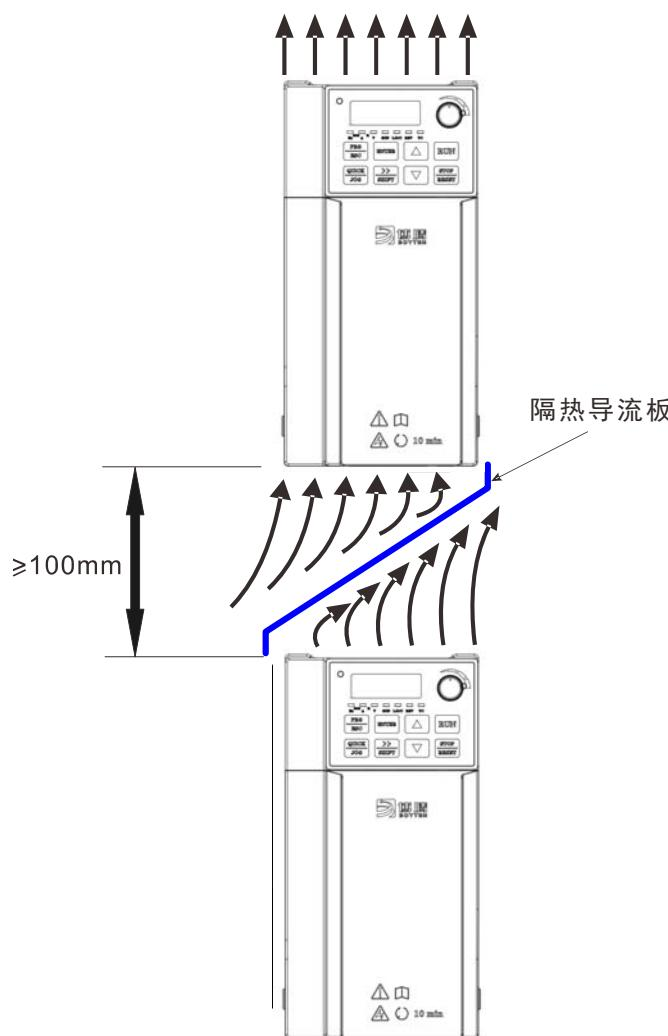

图3-2. A900PLUS变频器安装示意图
- 1) 请垂直安装变频器，便于热量向上散发。但不能倒置。若柜内有较多变频器时，最好是并排安装。在需要上下安装的场合，请参考图3-2的示意，安装隔热导流板。